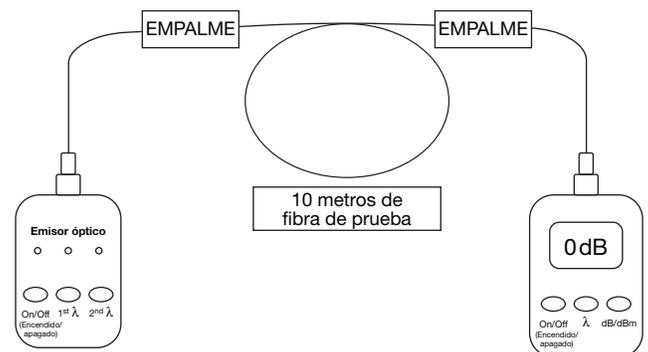

Figura 2
8. Ponga a cero el medidor de potencia. Consulte la Figura 2.